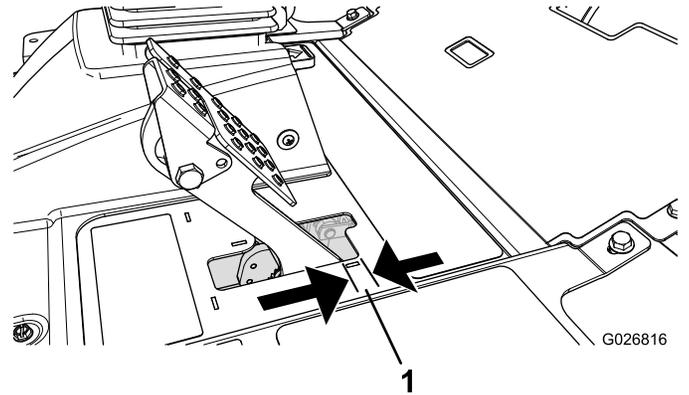

図 84
ブレーキペダルの「遊び」図 84が 2.5cm 以上となったり、強く踏み込まないとブレーキの効きが悪いと感じられるようになったら、調整を行ってください。遊びとは、ブレーキペダルを踏み込んでから抵抗を感じるまでのペダルの行きしろを言います。
2. 後ナットを締めてケーブルを後方に移動させて、ホイールがロックする前のブレーキペダルの遊び 図 84 が 0.63 1.27cm なるように調整する。